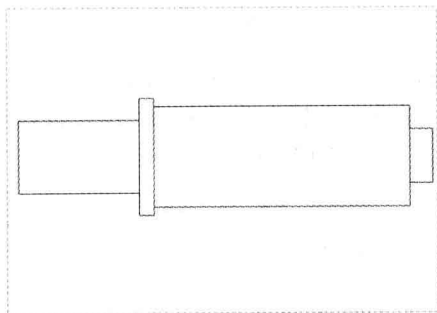

图 12-50 图形文件
Step 01 按【Ctrl+O】组合键，打开图形文件，如图 12-50 所示，在视图上双击鼠标左键，弹出“绘图视图”对话框。